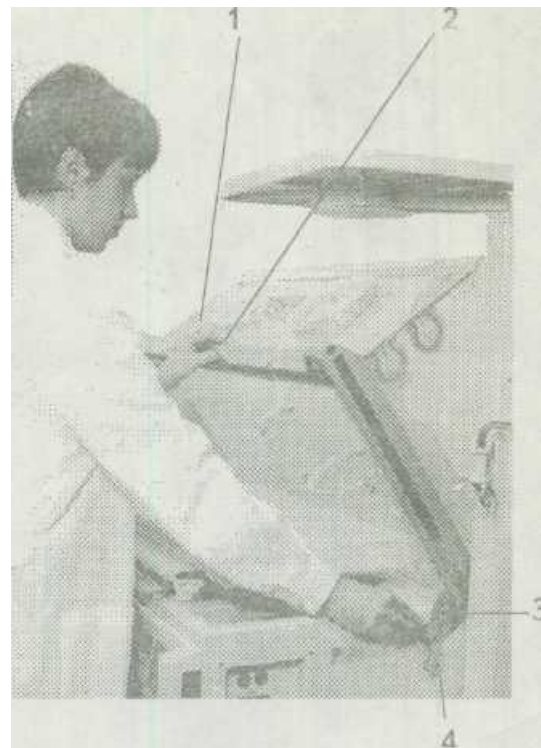

Рис. 17. Проверка механизма стопорения изолирующего колпака:
- Взявшись за ручку 2 (рис.17), медленно поднять колпак 1 до того момента, когда упор, закрепленный на рычаге 4, зацепится за выступ кронштейна 3 (при этом для инкубатора исполнения 2 визуально убедиться в наличии задней съемной стенки колпака). Нажать правой рукой на рычаг 4 вниз, как показано на рисунке, левой рукой опустить колпак.